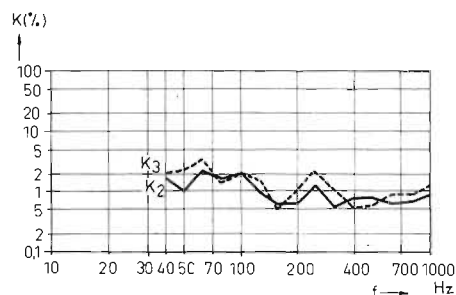

Fig 5
1) Talspolens rörelseamplitud blir ned till 30 Hz mycket liten. Detta återverkar mycket gynnsamt på distorsionen, vilket framgår av fig. 5, som visar klirrfaktorvärdena vid 5 W tillförd effekt. Jämför man med motsvarande värden i fig. 1 för en högtalare, inmonterad i en basreflexlåda, finner man att distorsionen i exponentiallådan ligger en tiopotens lägre!